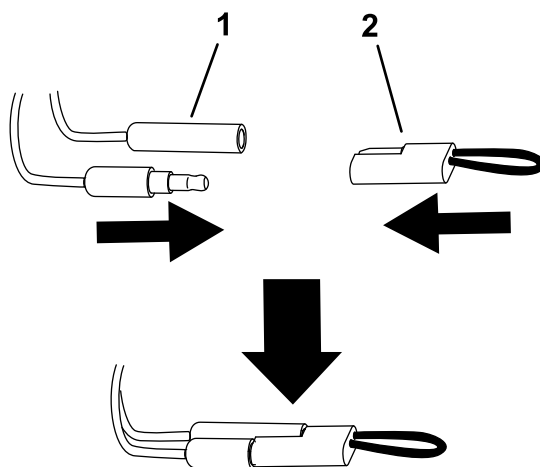

Figura 12
5. Scollegate i connettori di calibrazione e inserite il tappo sui connettori (Figura 12).